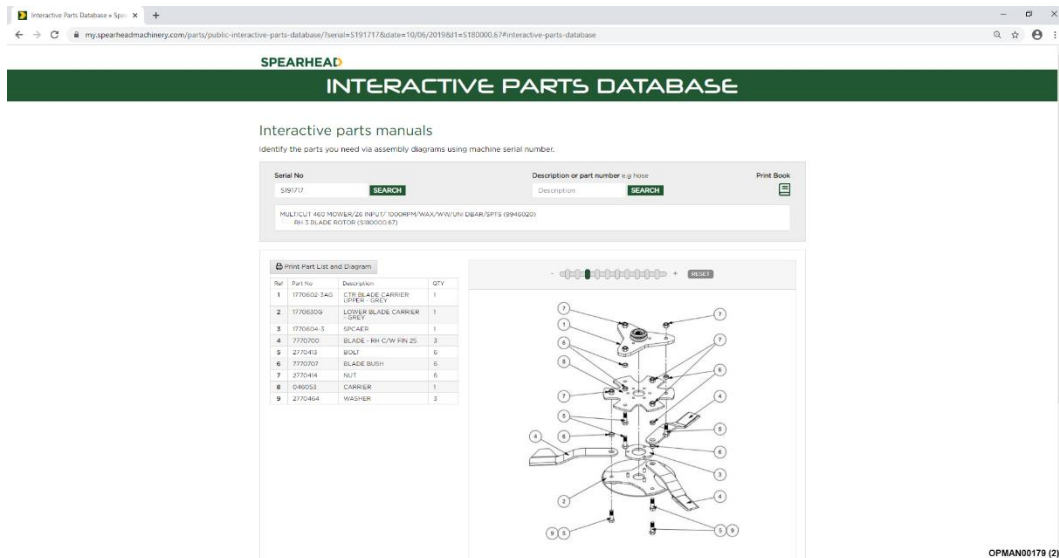

Рис. 7.4 –Разбивка деталей с разбивкой по материалам
7.1.1.4 В конце концов вам будет предоставлена полная разбивка по деталям для этой конкретной сборки с указанием номеров деталей и необходимых количеств; см. рисунок 7.4.